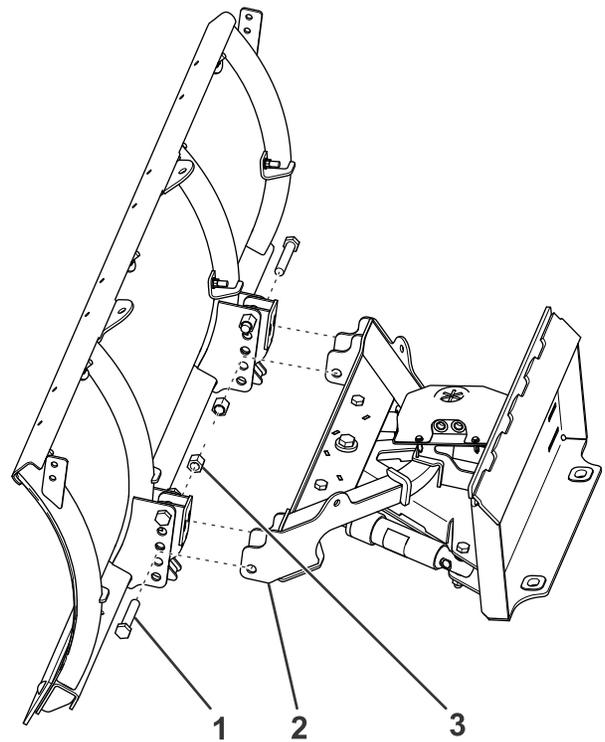

Figura 4
2. Sujete provisionalmente el bastidor de empuje a la pala y a los soportes de montaje usando 2 pernos ( $\frac{5}{8}$ " ) y tuercas (Figura 4).